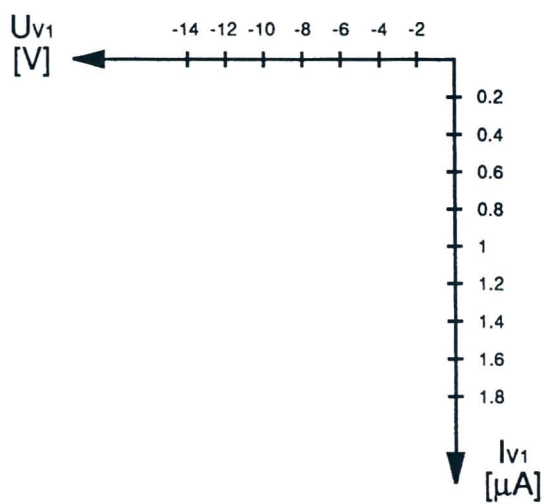

Fig. 1.5
- 15) Representar la curva de la característica del diodo polarizado inversamente en la Fig. 1.5.